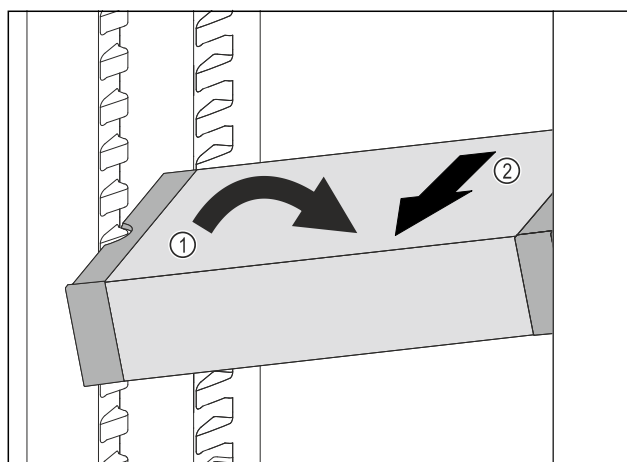

Fig. 183
- Vendosni VarioSafe pjerrtas në pjesën e ftohjes. Fig. 183 (1)
- Hiqni VarioSafe për nga përpara. Fig. 183 (2)